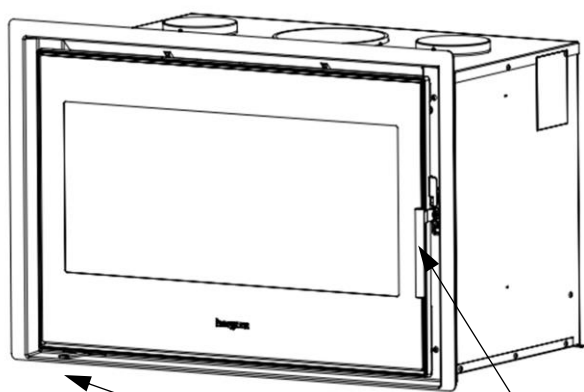

FIG. 1 Poignée Porte Foyer
1. Retirer les quatre vis qui fixent la partie frontale du plateau support du ventilateur (Fig.1).